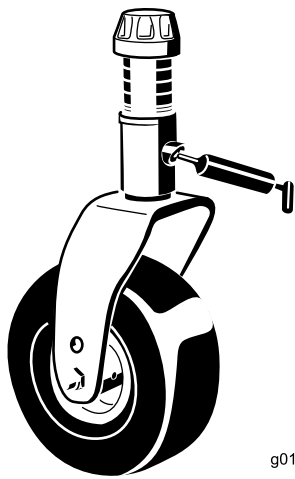

Figure 16
2. Graissez les bagues des bras pivotants (Figure 16).